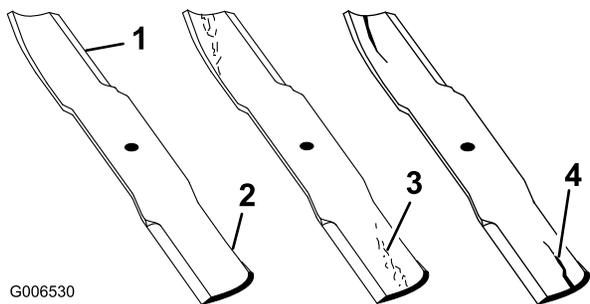

Figura 55
1. Inspeccione los filos de corte (Figura 55).
2. Inspeccione las cuchillas, especialmente la parte curva (Figura 55).
Nota: Si observa daños, desgaste o la formación de una ranura en esta zona (Figura 55), instale inmediatamente una cuchilla nueva.